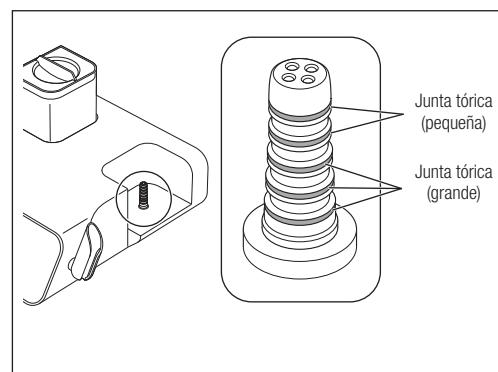

Fig. 47
- 1) Retire las juntas tóricas del conector de la base del depósito con la ayuda de una aguja, etc. (Fig. 47).
PRECAUCIÓN  • Asegúrese de sustituir las juntas tóricas en la posición correcta, pues tienen tamaños distintos (Fig. 47).